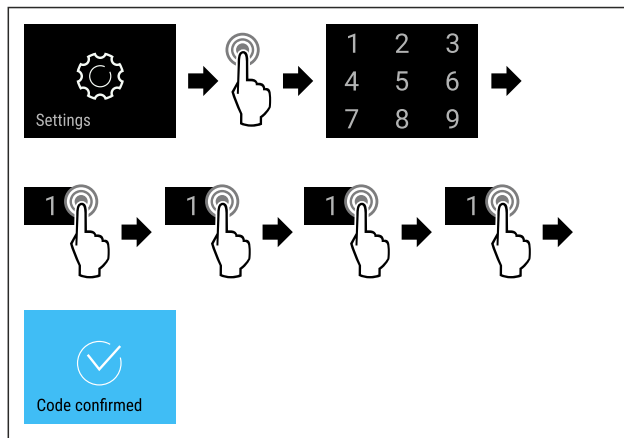

Fig. 90
- ▶ Seguir los pasos de procedimiento (consulte Fig. 90).